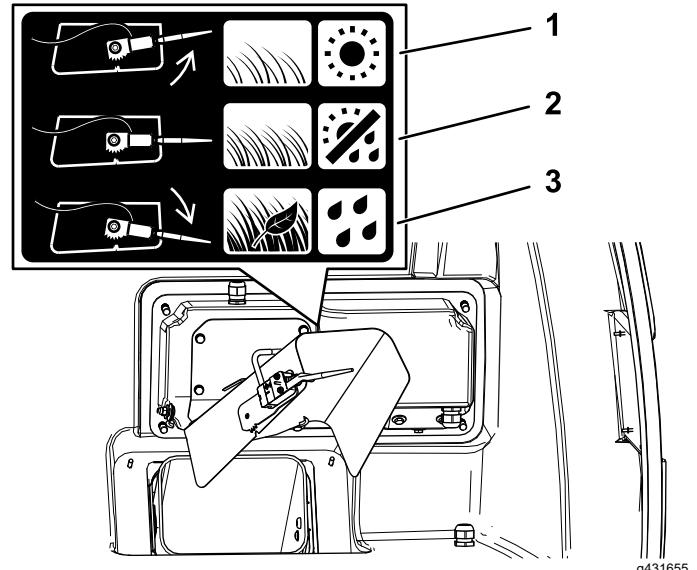

Figura 28
- Para condições de relva e condições atmosféricas normais, rode o sensor para a posição do meio (Figura 28).
- Para condições de relva molhada, densa, ao recolher folhas ou se a tremonha encher antes de o sensor ativar, rode o sensor para baixo (Figura 28).
- Para condições de relva seca e dispersa ou se a unidade de corte desengatar antes da tremonha encher, rode o sensor para cima (Figura 28).